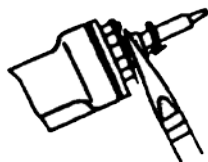

РИС. 4
3. Открутите цилиндрическую гайку (см. РИС. 4 и 5)